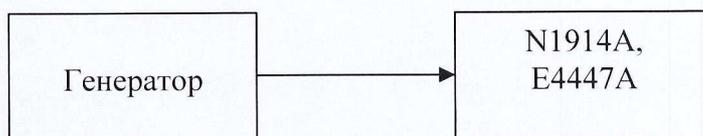

Рисунок 2
8.3.1 Определение погрешности установки уровня выходного сигнала проводить путем сличения установленного значения уровня выходного сигнала с показаниями ваттметра N1914A с преобразователем мощности в соответствии с частотным диапазоном, и анализатора спектра E4447 A (рисунок 2).